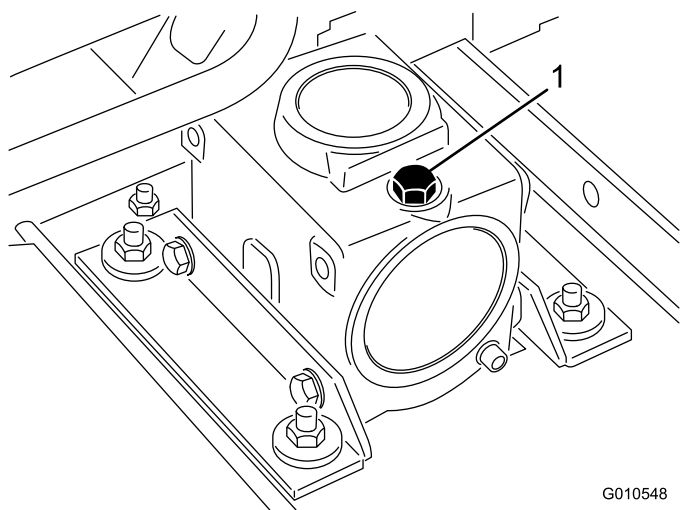

Figura 23
2. Rimuovete l'asta di livello/tappo di riempimento dalla parte superiore della scatola ingranaggi (Figura 23) e assicuratevi che il lubrificante sia compreso tra i segni sull'asta di livello. Se il lubrificante è insufficiente, rabboccatelo fino a raggiungere il livello compreso tra i segni.